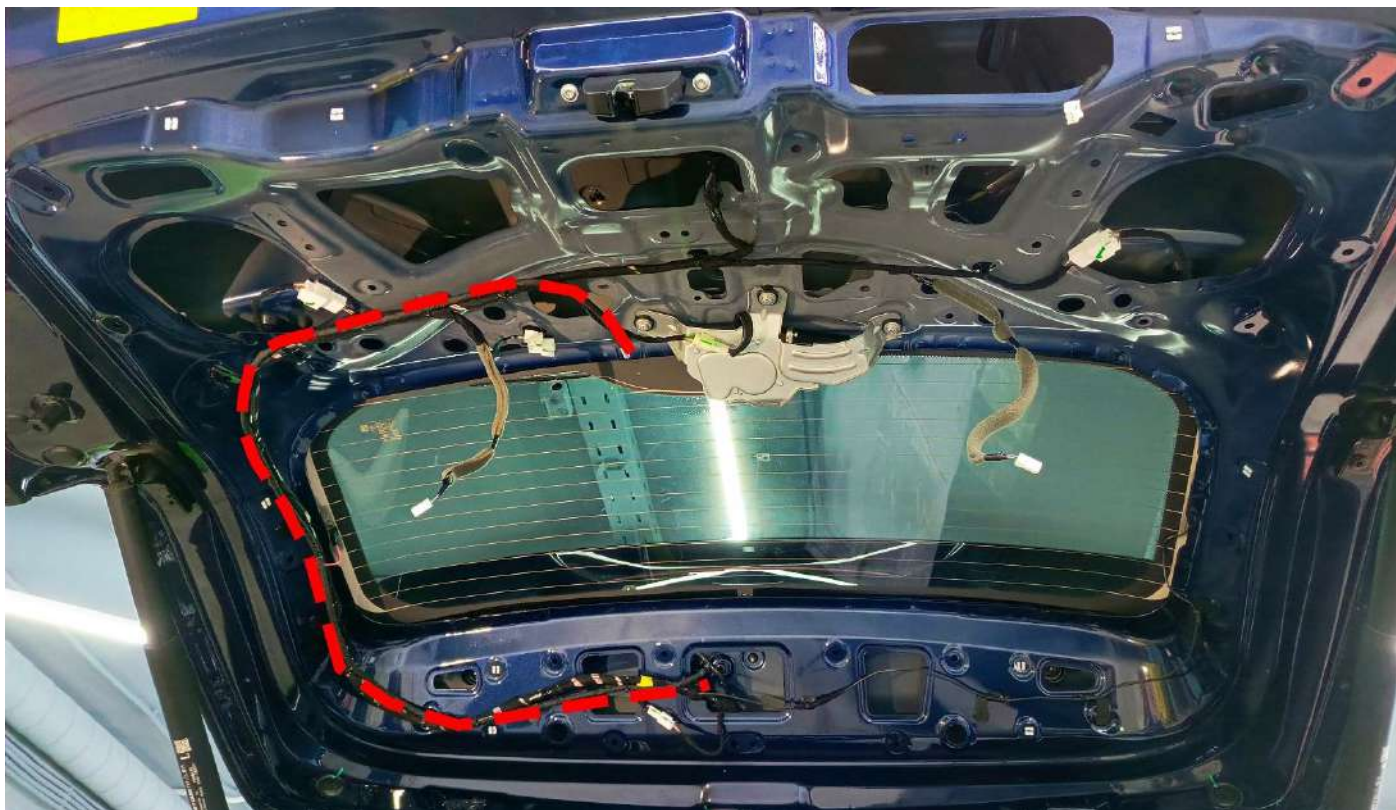

Рисунок 2
- проложить шланг к месту подключения к омывателю заднего стекла вдоль жгутов штатной электропроводки (рис.2);